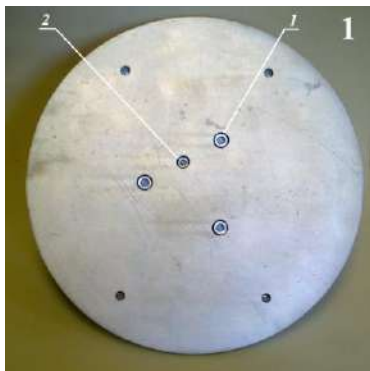

Рисунок 4.3
1) Положить ПДН на стол нагрузочной плитой вверх (рисунок 4.3). Отвернуть три болта (1) которые крепят датчик силы к нагрузочной плите. Придерживая датчик силы отвернуть монтажный болт* (2). Осторожно, чтобы не повредить кабель акселерометра, повернуть датчик силы на 90 градусов относительно нагрузочной плиты.